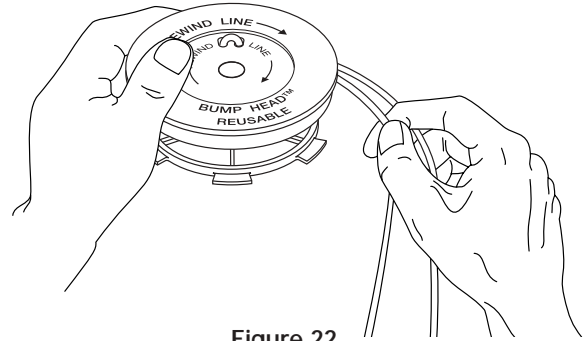

Figure 22
7. Bobine las líneas en capas parejas y ajustadas sobre el carrete (Fig. 22). Bobine la línea en la dirección indicada en el carrete interior. Coloque su dedo índice entre las dos líneas para evitar que se superpongan. No superponga los extremos de la línea. Proceda al paso 11.